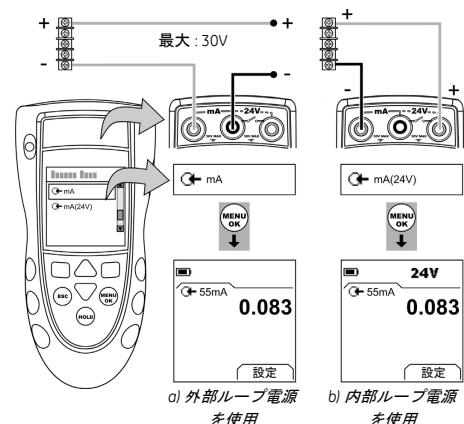

図4：構成例- mA 測定
1. 本計器を接続し(図 4)、必要に応じて セットアップ(表 1)を行います。